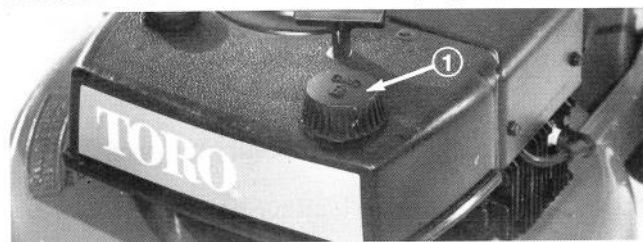

Figure 9
1. Nettoyez autour du bouchon du réservoir à essence et enlevez le bouchon (Fig. 9).